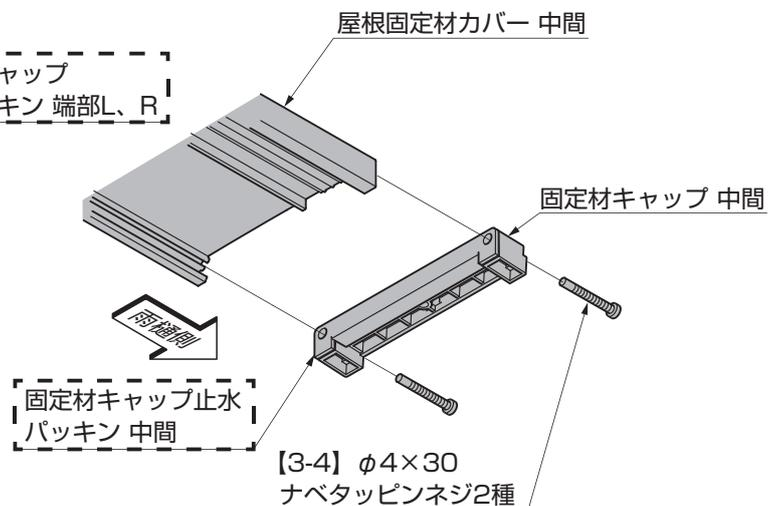

図10-11 中間部
- ② 固定材キャップ 中間を屋根固定材カバー 中間の雨樋側に【3-4】で取付けてください。(図10-11参照)